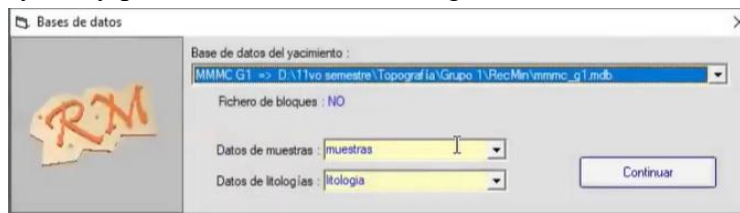

Figura 358. Dirección de la carpeta.
31. En la ventana “Base de datos”, verificar la dirección de la carpeta en la cual se encuentra guardado el proyecto y presionar “Continuar”. Figura 358.